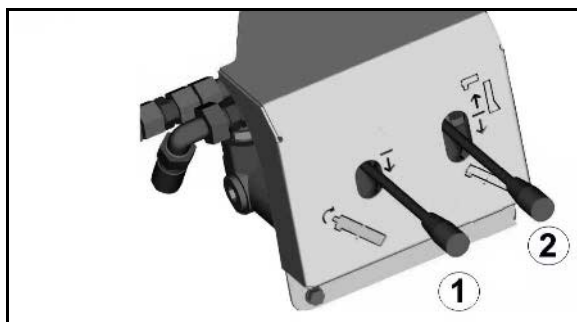

Рис. 89
7. Установите рычаг селектора (Рис. 89/1) в положение **A**.
4. При помощи гидравлики разложите загрузочный шнек (Рис. 89/2).
6. При помощи гидравлики приведите в действие загрузочный шнек (Рис. 89/1).
9. При помощи гидравлики сложите загрузочный шнек (Рис. 89/2).